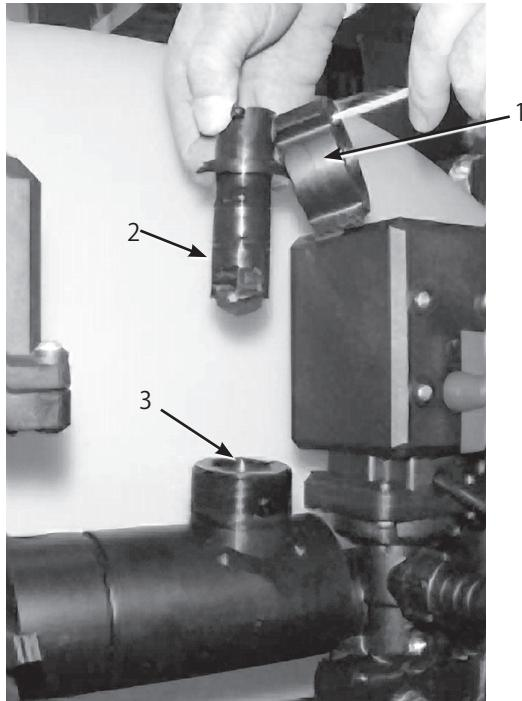

図63
- フローメータのボディーについているリテーナ・キャップ(図63)を取る。